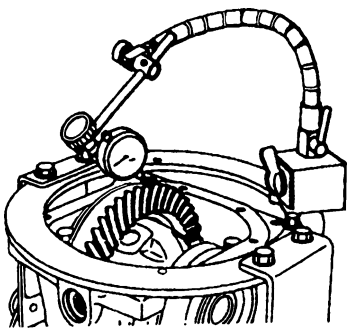

图 4-37 主动齿轮齿隙测量
① 主动齿轮齿隙测量如图4-37所示。锁住主动小齿轮,用千分表测量主动齿轮的齿隙(起码测量四点以上)。标准齿隙为 $0.11 \sim 0.16\text{mm}$,如有偏差可用侧轴承调整隔圈加以调整。